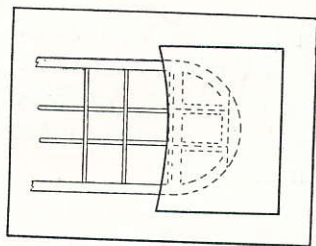

Fig. 37.
**Vingen.** En vinges undersida klädes alltid först. Klistra fast papperet vid fram- och bakkant samt vid spryglarna och vik det gärna om de förra. Om undersidan är lätt, så erbjuder översidan med sina kurvor större svårigheter. Vingspetsar och mittparti måste klädas var för sig, och speciellt vingspetsarna bör ägnas stor omsorg för att bli bra. Om papperskanten mot den yttersta sprygeln är rak, så klistra inte fast den parallellt med sprygeln, ty då kommer papperet inte att ligga an över spetsen, vilket har till följd en massa rynkor. Är papperet rätt pålagt kommer papperskanten att beskriva en båge, såsom framgår av fig. 37.